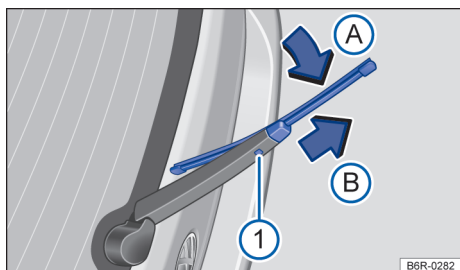

图 241 更换后风窗刮水器刮水片。
- 按住解锁按钮→图 241 ①。
- 将后风窗刮水器刮水片朝刮水器摆臂→图 241（箭头A）方向翻转，同时沿箭头方向B拔下。会因此需要用较大的力量。